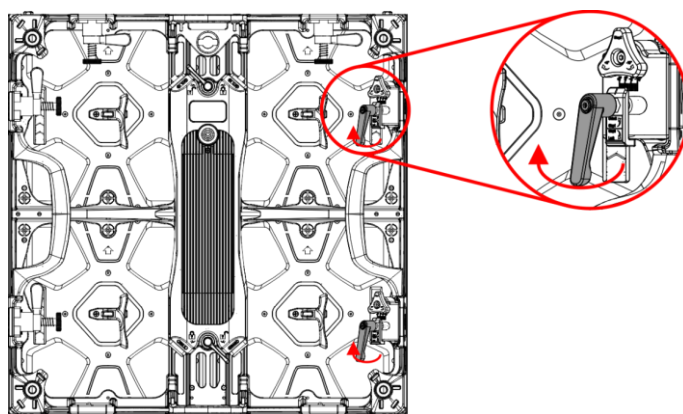

Fig. 54
- 03) Gire la **manivela de bloqueo** vertical superior (**09**) 360° en sentido horario para bloquear el **mecanismo de inclinación** (**08**) como se muestra en la Fig. 54.